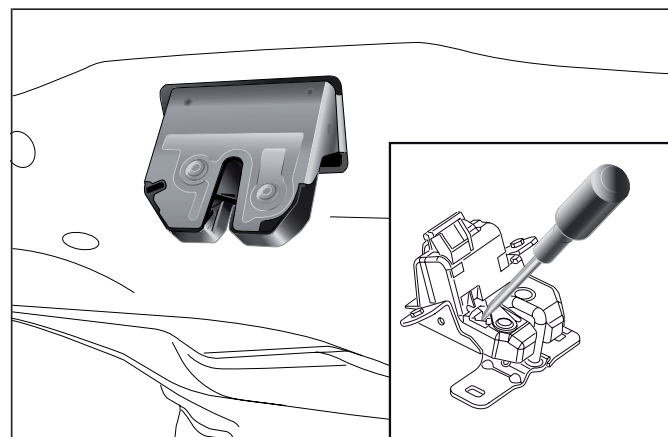

fig. 53
- rimuovere il tappo di protezione e azionare lo sgancio della serratura mediante cacciavite o inserto metallico fig. 53.